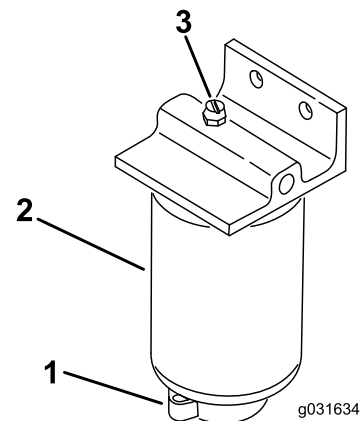

Figura 51
2. Allentate la valvola di spurgo situata nella parte inferiore del filtro (Figura 51).
1. Pulite la superficie circostante i supporti del filtro (Figura 51).